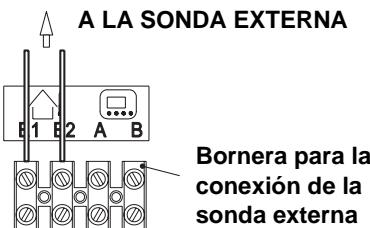

Fig. 5.24 Bornera sonda externa.
- Conecte los bornes E1 y E2 del tablero de bornes a los dos conductores eléctricos. Fig. 5.24